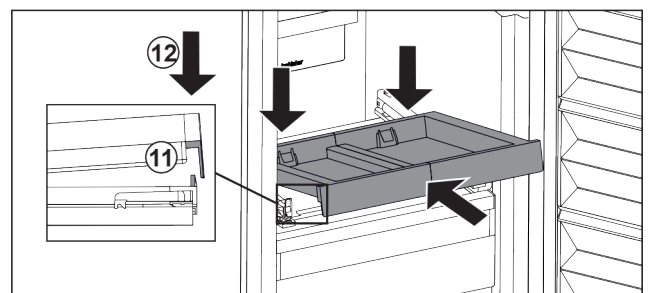

Fig. 84
- ▶ Schräg einschieben. Darauf achten, dass auf beiden Seiten der Anschlag hinter der Lasche ist. Fig. 84 (11)
- ▶ Auszugsbord vorne absetzen. Fig. 84 (12)